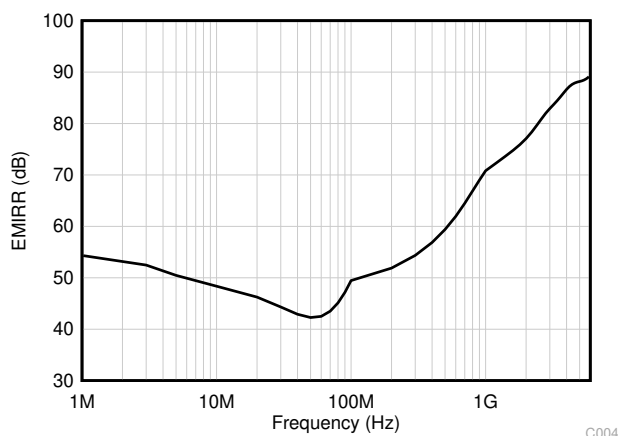

图 6-1. TLV910x-Q1 EMIRR 测试
TLV910x-Q1 使用集成电磁干扰 (EMI) 滤波功能来降低干扰源 (如无线通信设备以及混合使用模拟信号链和数字元件的高密度电路板) 产生的 EMI 效应。利用电路设计技术可以提高 EMI 抗扰度, 而 TLV910x-Q1 可从这些设计改进中受益。德州仪器 (TI) 已经开发出在 10MHz 至 6GHz 扩展宽频谱范围内准确测量和量化运算放大器抗扰度的功能。图 6-1 展示了对 TLV910x-Q1 执行此测试的结果。表 6-1 展示了 TLV910x-Q1 在实际应用中常见特定频率下的 EMIRR IN+ 值。表 6-1 列出了可在下图所示的特定频率或其近似频率下运行的应用。运算放大器的 EMI 抑制比应用报告包含了运算放大器 EMIRR 性能主题的详细信息, 该报告可从 www.ti.com 下载。